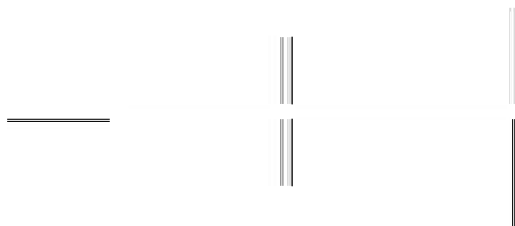

Fig. 10 Demostración de la absorción de la luz por medio de filtros cromados (F =Filtro cromado, M = Pantalla de vidrio mate)
- Se realiza el Montaje experimental de acuerdo con la Fig. 10.